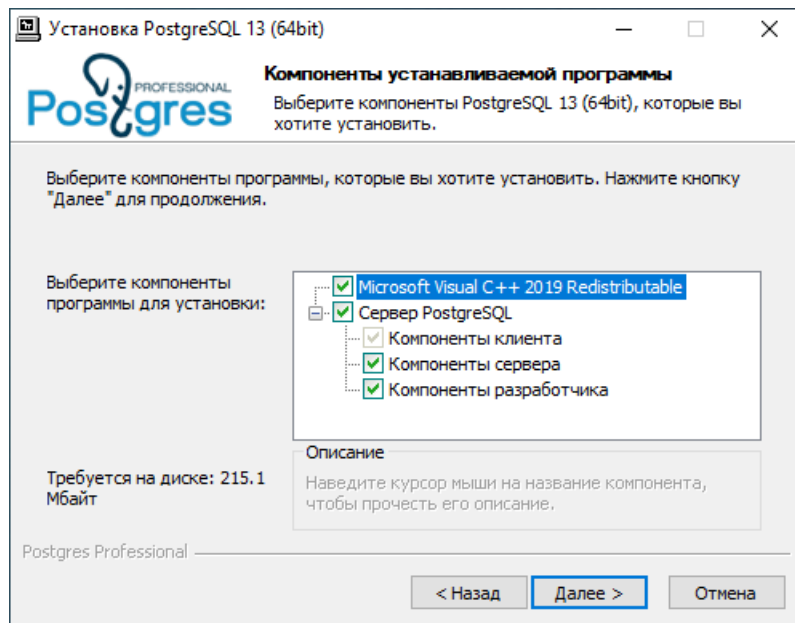

Рисунок 4 - Установка PostgreSQL
5. Выберите все компоненты программы для установки и нажмите **Далее** (Рисунок 4).